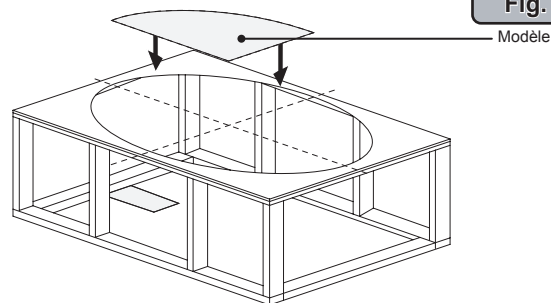

Fig. 4
1. Préparer le trou de découpe pour la baignoire à l'aide le modèle fourni (Figure 4)
2. Positionner le gabarit de la baignoire de sorte que le désiré lignes directrices undermount sont alignés sur le rebord de la (Figure 4).